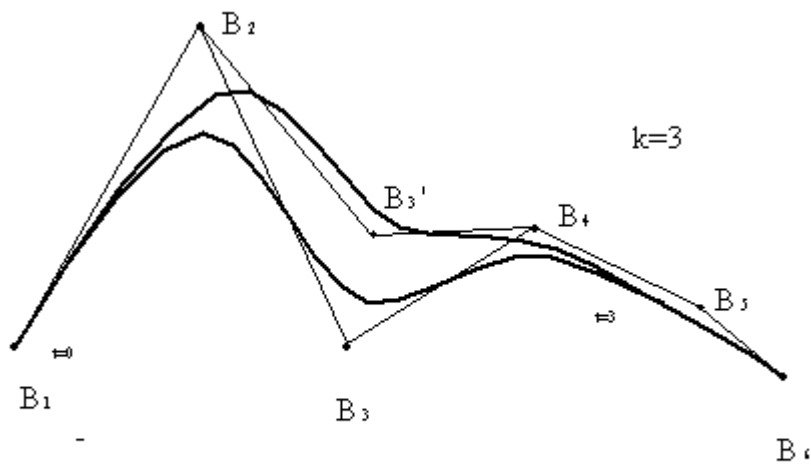

图1 控制点移动对曲线的影响
- (1) 控制点 P_i : 确定曲线的位置, 通常不在曲线上, 形成控制多边形。(见图 1, 图中 $B_i = P_i$)